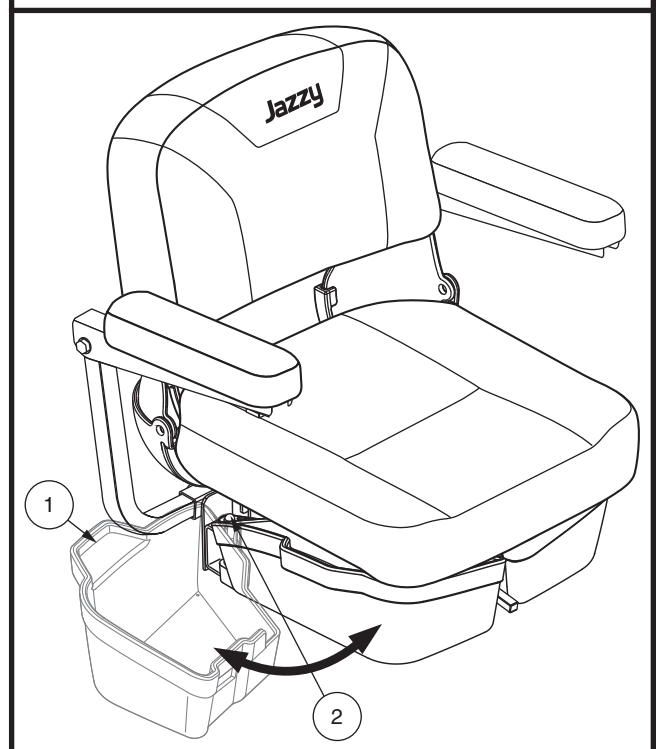

Figure 31. Stockage sous le siège
1. Soulevez légèrement le loquet situé sur le côté du bac de stockage sous le siège (**voir figure 31**) et pivotez le bac de stockage sous le siège vers l'extérieur et hors du Travel Scooter.
1. Soulevez légèrement le loquet situé sur le côté du bac de stockage sous le siège (**voir figure 31**) et pivotez le bac de stockage sous le siège vers l'extérieur et hors du Travel Scooter jusqu'à qu'il soit complètement ouvert.
2. Si équipé, retirer le stockage sous le siège. **Voir la figure 31.**
7. Si équipé, installez le stockage sous le siège. **Voir la figure 31.**